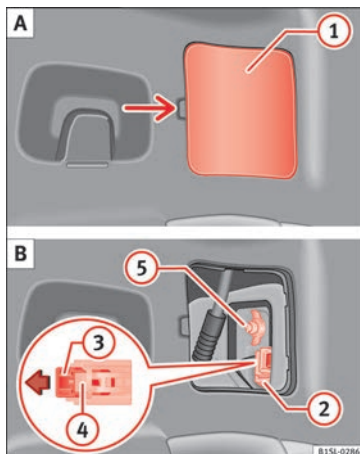

Fig. 88 En el lateral del maletero: A: desmonte la cubierta, B: desmontaje de los grupos ópticos traseros.
2. Retire la cubierta **1** con cuidado haciendo palanca » **fig. 88 A**.
3. Tire del bloqueo **3** en el conector **2** en la dirección de la flecha » **fig. 88 B**. Ayúdese para ello del destornillador de las herramientas de a bordo.
4. Presione el encastre **4** y extraiga el conector **2** » **fig. 88 B**.
5. Desenrosque la tuerca de mariposa (5) » fig. 88 B.
12. Sujete con una mano la luz trasera en la posición de montaje y enrosque fijamente la tuerca de mariposa con la otra mano (5) » fig. 88 B.
14. Inserte el conector (2) en el portalámparas y presione el bloqueo (3) en el conector en la dirección contraria a la flecha » fig. 88 B.